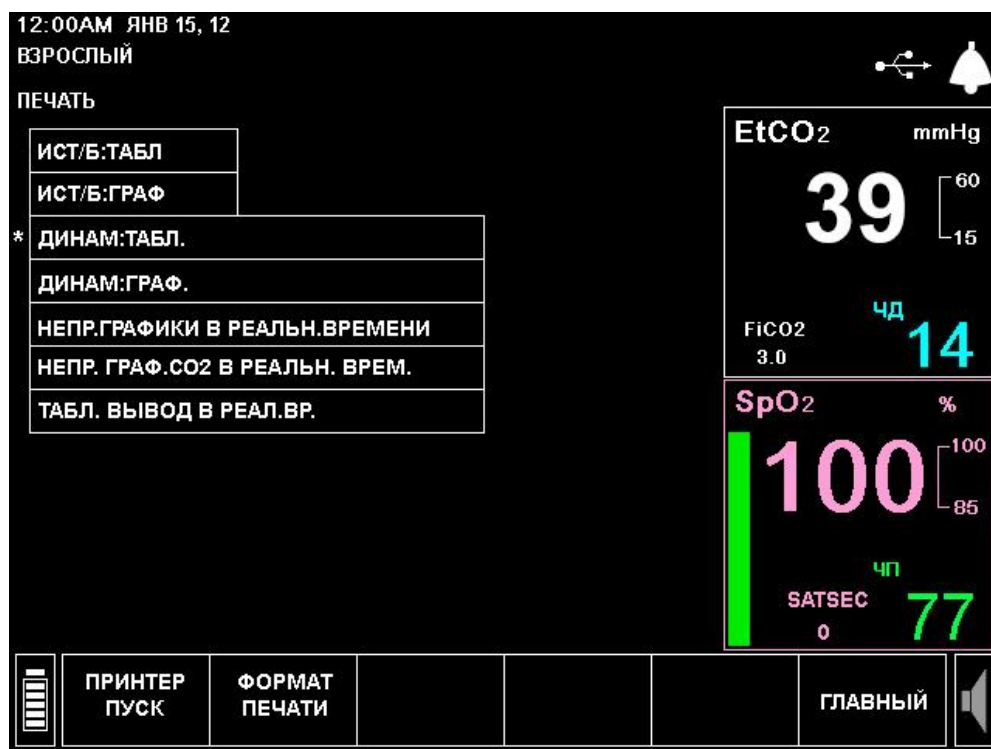

Рис. 37 – Экран печати
2. На отобразившемся экране Апноэ и десатурация O₂ выберите **ПЕЧАТЬ** для вывода на дисплей экрана печати, представленного на Рис. 37 – Экран печати на стр. 110